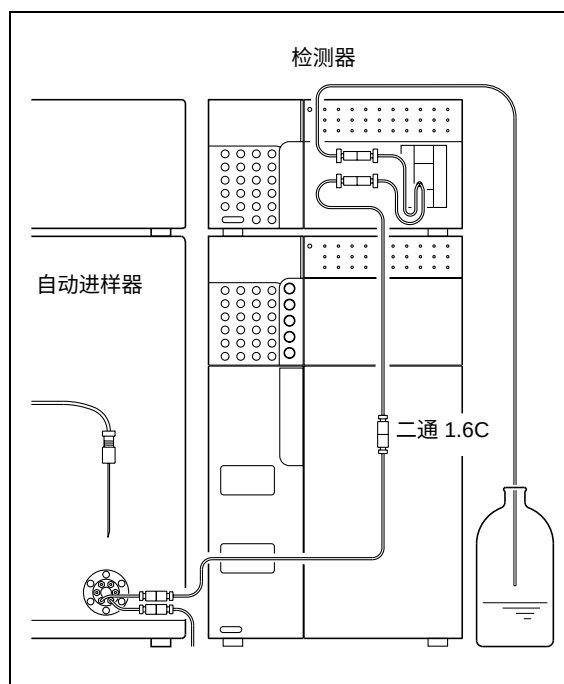

图 7.6
- 3 使用下面一种方法清洗系统流路。在清洗流路前，从系统中取下色谱柱，并使用二通 1.6C 连接色谱柱的进样口和出样口（“图 7.6”）。